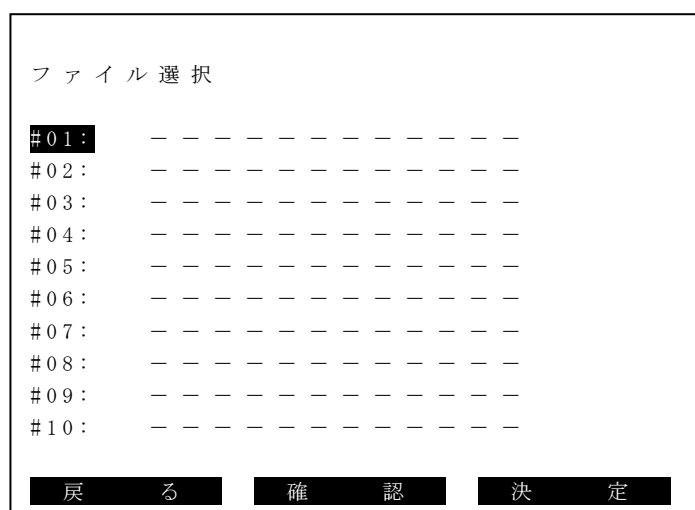

図1. 2. 7-3 ファイル選択画面
未使用領域は“- - - - -”と表示されます。設定が保存されているファイルは選択できません。未使用領域以外を選択した場合は、図1. 2. 7-4に示すメッセージが表示されます。また、設定が保存されているファイルを削除する場合は、“2. 2. 9 ファイル設定 (3) ファイルの削除(p. 2-48)”を参照してください。